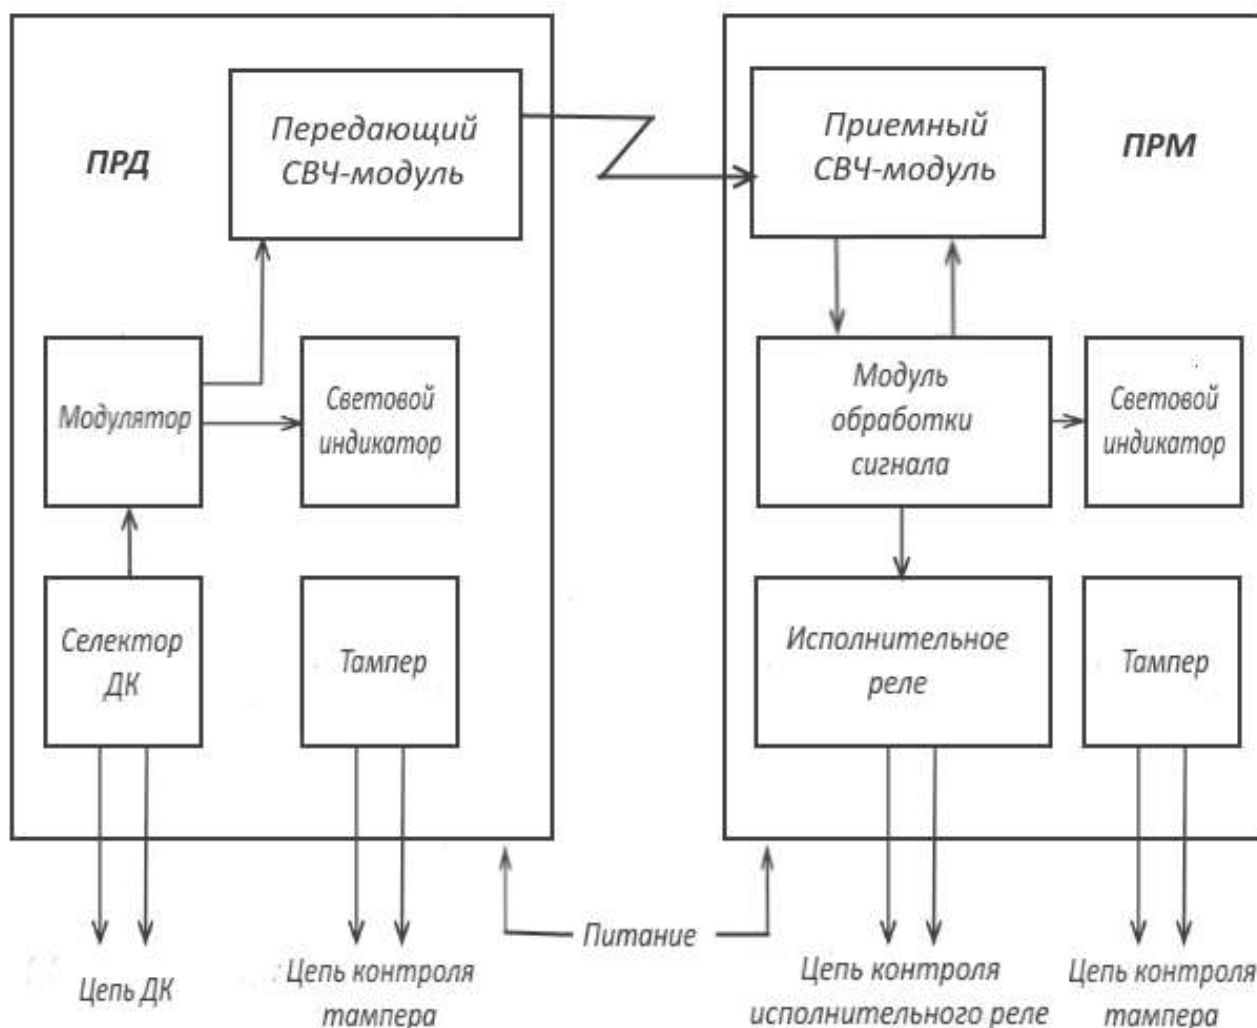

Рис.2 Функциональная схема извещателя
6.1. Функциональная схема извещателя представлена на Рис.2.